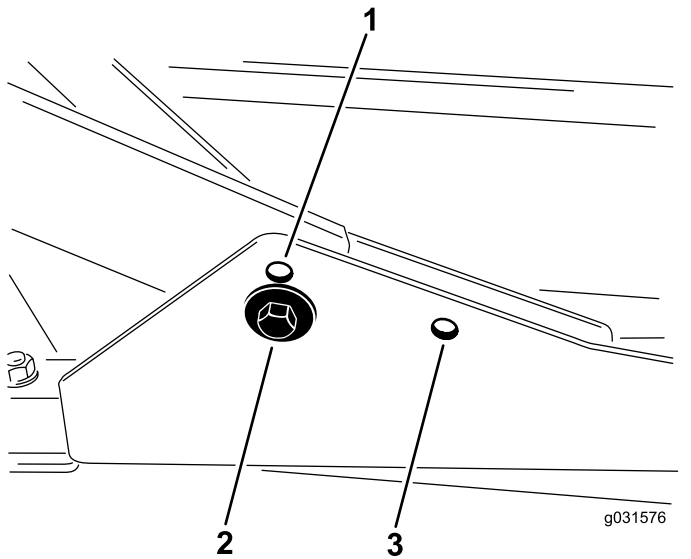

Figure 12
1. Pour une hauteur de coupe de 2 à 7,6 cm ($\frac{3}{4}$ et 3 po), montez les bâtis porteurs avant dans les trous inférieurs avant (Figure 12).
2. Pour une hauteur de coupe de 6,3 à 10 cm ($2\frac{1}{2}$ à 4 po), montez les bâtis porteurs avant dans les trous supérieurs avant (Figure 12).
Quelle que soit la hauteur de coupe, l'unité de coupe arrière doit être montée dans les trous de montage arrière (Figure 12).